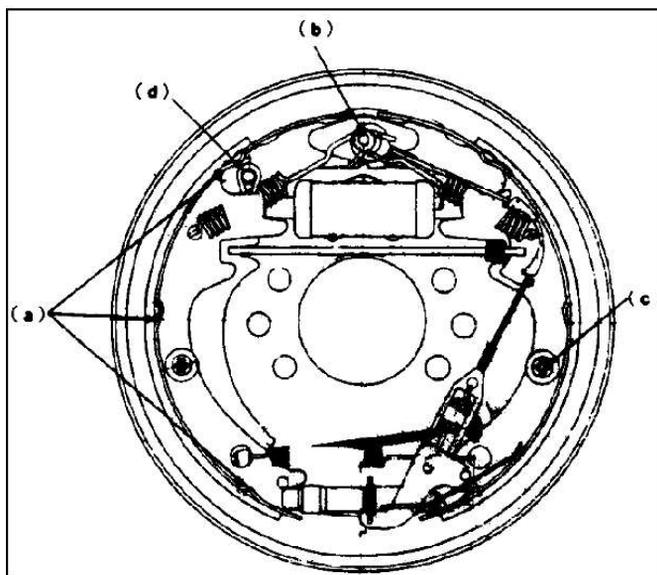

Fig.4-17
(4) Aplicar resistente ao calor graxa em a pontos indicado no Fig.4-17. Usando Cuidado tão Comopara não permitir que o revestimento seja contaminado com graxa.